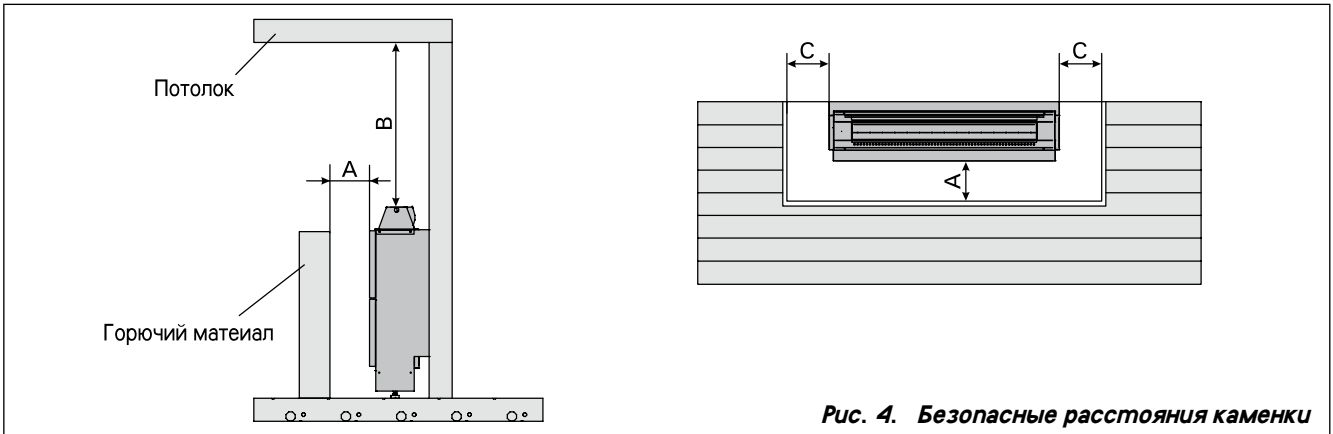

Рис. 4. Безопасные расстояния каменки
- При расположении каменки выполняются условия минимальных расстояний, изображенных на рис. 4 и указанных в таблице 1.